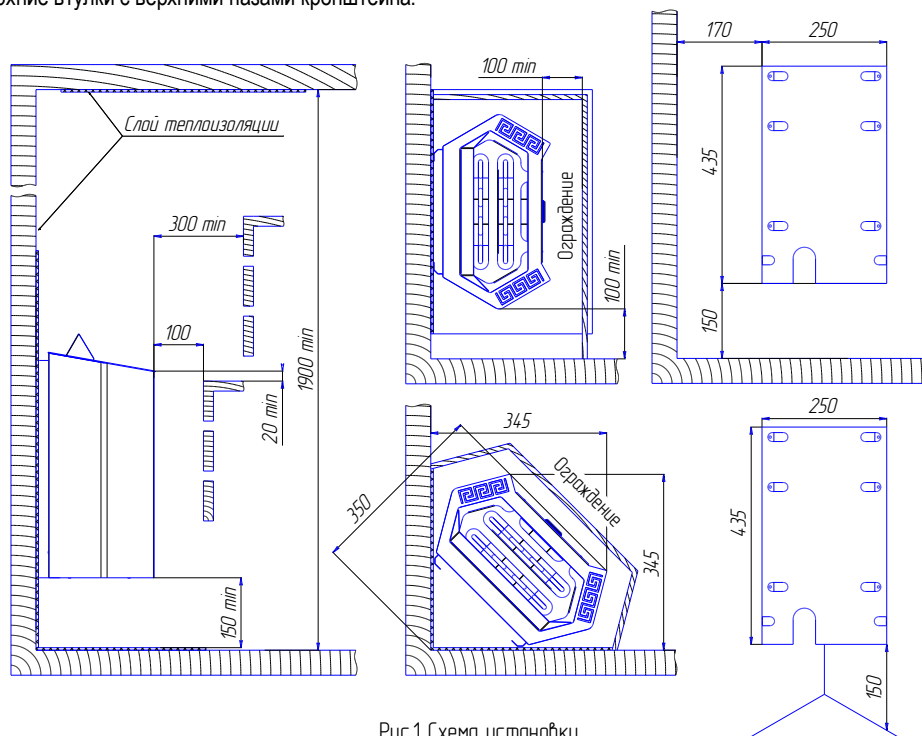

Рис.1 Схема установки
6.1. **ВЫБОР МОЩНОСТИ** каменки необходимо производить с учетом размеров сауны (п.п.2.6), помещения парильни (п.п.6.2.), а также расстояния от каменки до стен, потолка, пола в соответствии с размерами указанными на рис.1 «Схема установки». Каменка со слишком большой мощностью нагреет сауну слишком быстро, камни не успеют хорошо прогреться и вода, политая на камни, вместо того, чтобы превратиться в пар, просто стечет. С другой стороны, при недостаточно мощной каменке, процесс нагрева сауны будет нежелательно долгим, что сокращает срок службы нагревательных элементов.
6.4. **УСТАНОВКА КАМЕНКИ** производится согласно рис.1 «Схема установки» и рис.2 «Монтаж». Конструкция кронштейна настенного подразумевает установку каменки, как на ровную стену, так и в угол, крепление к стене необходимо производить на теплостойкое основание (Рис.2). Для установки каменки на кронштейн настенный необходимо завести втулки, расположенные на задней стороне изделия, в пазы по обеим сторонам кронштейна. Заведите сначала нижние втулки, а после, движением вперед и вниз, совместите верхние втулки с верхними пазами кронштейна.
Около каменки стены и пол сауны должны иметь огнезащитную панель из листового металла с теплоизоляцией из листового асбеста или минваты. Установку защитной решетки вокруг каменки следует производить на расстоянии указанном на рис.1 «Схема установки».